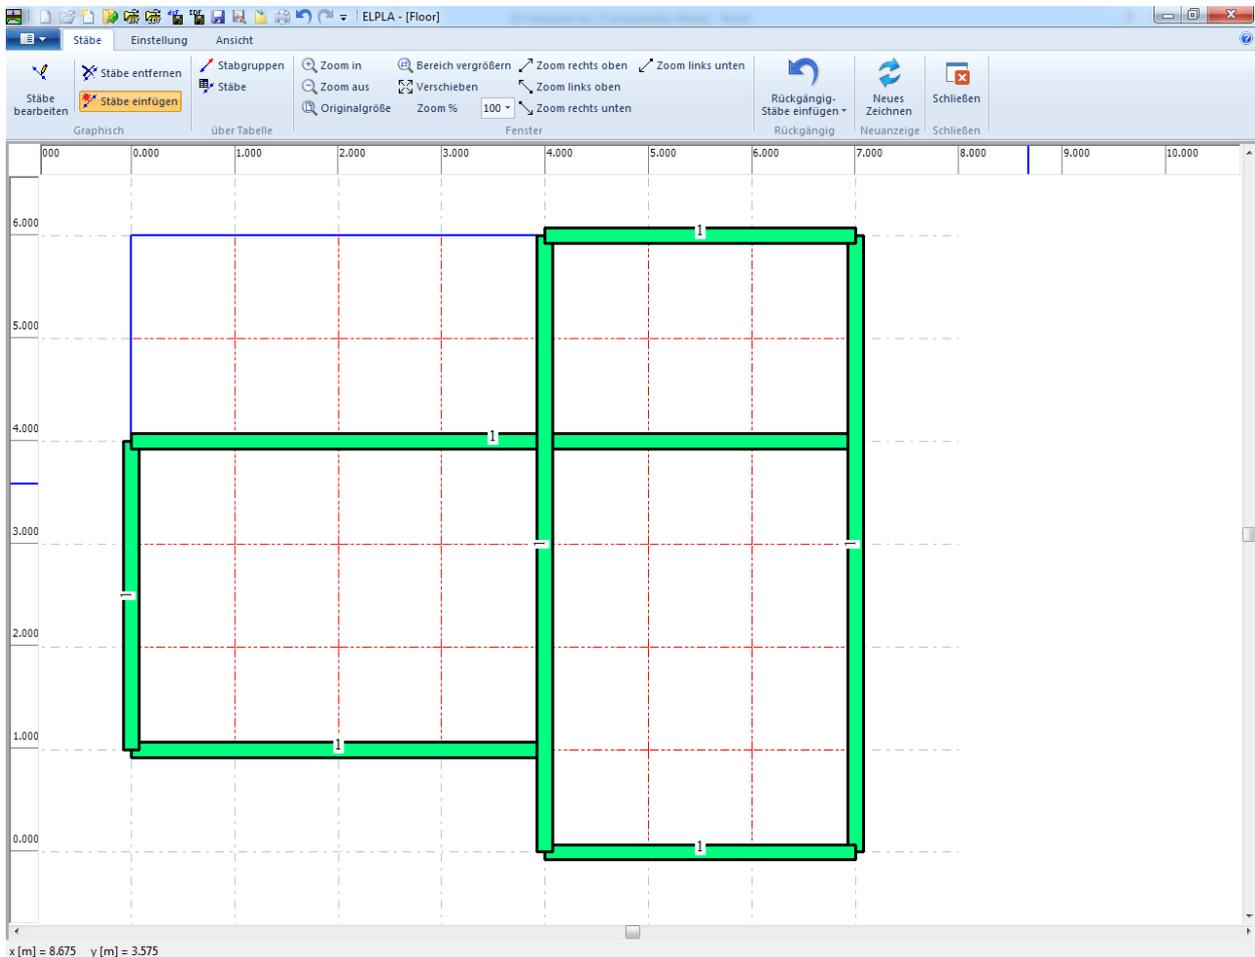

Bild 2.19 Menü "Stäbe" mit 4 horizontal und 3 vertikal verlaufenden Stäben der Gruppe Nr. 1
Wiederholen Sie die vorherigen Schritte, um die übrigen Träger im Netz einzufügen. Nach der Definition aller Träger sollte der Bildschirm wie das folgende Bild 2.19 aussehen.
- Wählen Sie "Speichern" aus dem "Datei"-Menü im Bild 2.19, um die Daten der Stäbe zu speichern
- Wählen Sie "Schließen" aus dem "Datei"-Menü im Bild 2.19, um das Fenster "Stäbe" zu schließen und zum Hauptfenster des Programms *ELPLA* zurückzukehren